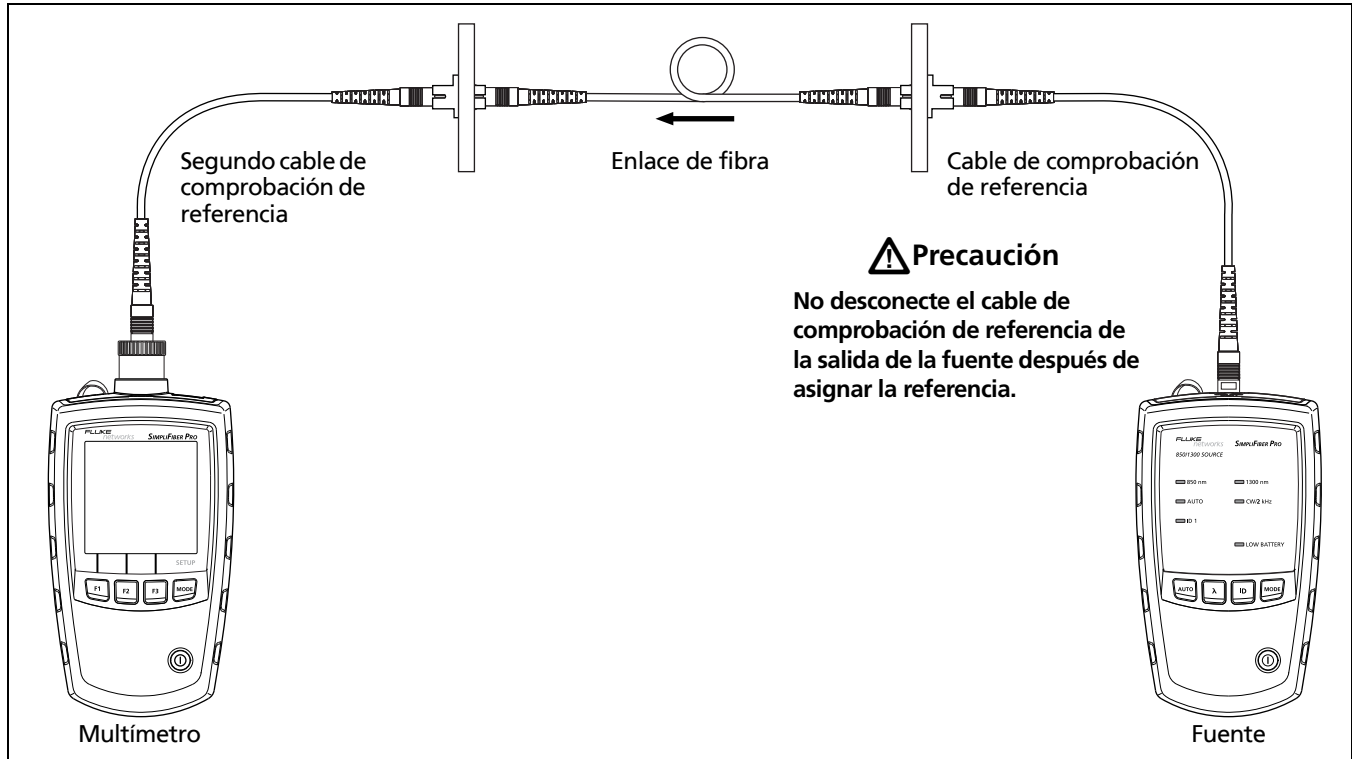

Figura 11. Conexiones de medición de pérdida (método 1 puente)
- 3 Desconecte el cable de comprobación de referencia del multímetro, y luego haga las conexiones mostradas en la figura 11.